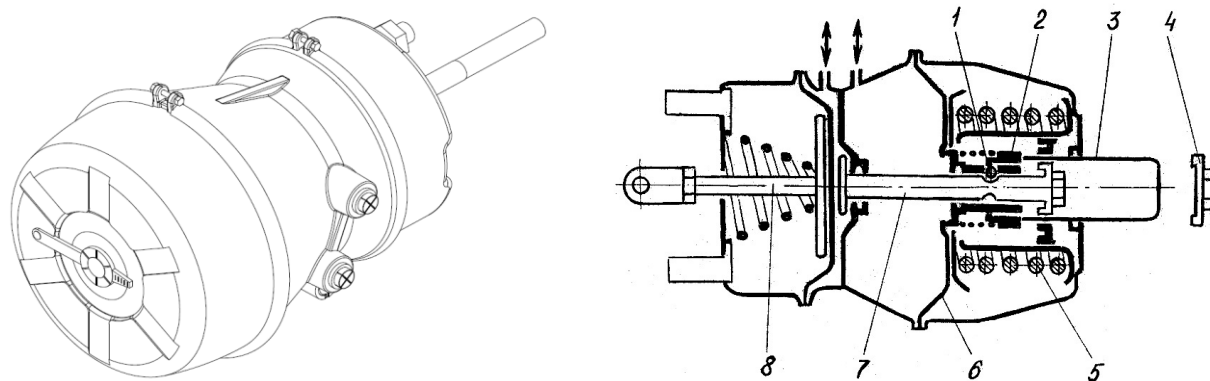

Рис. 2.16 – Тормозная камера с энергоаккумулятором
Тормозная камера с пружинным энергоаккумулятором (18) (рис. 2.16) предназначена для приведения в действие тормозных механизмов второй и третьей осей (для типа 914210 модификации 914230) или второй, третьей и четвертой осей (для типа 914211 модификации 914231) при включении рабочего и стояночного тормозов. Состоит из двух основных частей - силовой части (тормозной камеры) и пружинного энергоаккумулятора. Силовая часть работает независимо от пружинного энергоаккумулятора.